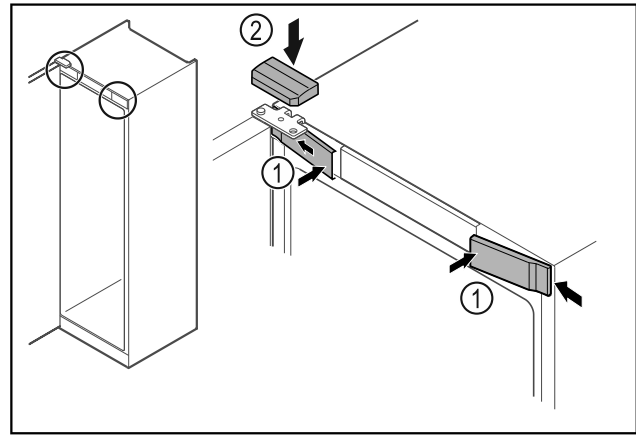

Fig. 68
- Agganciare le coperture anteriori Fig. 68 (1) di lato e innestarle.
- Innestare la copertura superiore Fig. 68 (2) dall'alto.